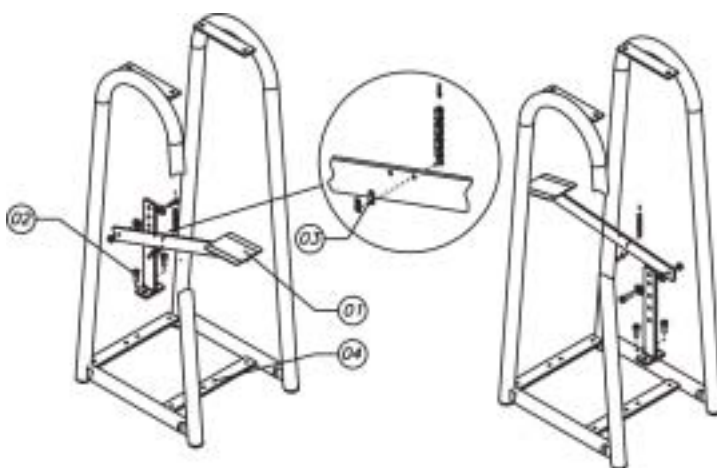

Figura 12
Para que o operador trabalhe por trás da Grampeadora IM-2 é necessária a mudança da posição do pedal, da parte frontal para a parte traseira da máquina, conforme figura 12.
- 1) Soltar os parafusos do suporte do pedal, figura 12 (02)
- 2) Soltar a emenda da corrente, figura 12 (03).
- 3) Posicionar o pedal na barra dianteira do pé figura 12 (04), fixando os parafusos, figura 12 (02);
- 4) Montar a emenda da corrente, figura 12 (03).